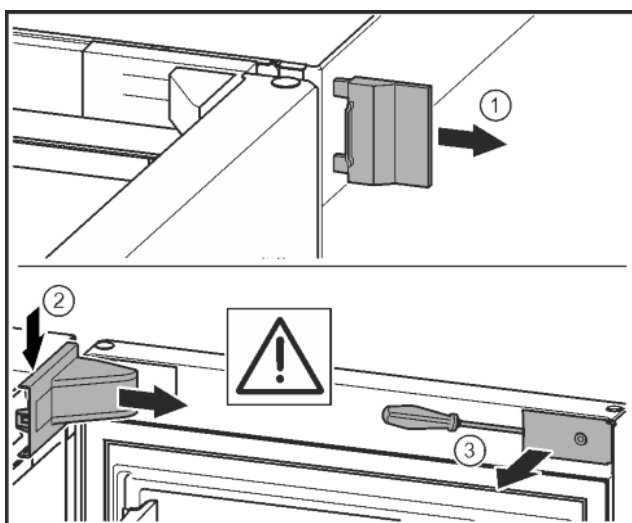

Fig. 10
- ▶ Detașați capacul exterior. Fig. 10 (1)
- ▶ Deblocați și desprindeți capacul suportului de lagăr. Scoateți capacul suportului de lagăr. Fig. 10 (2)
- ▶ Deblocați masca cu șurubelnița plată și pivotați-o în lateral. Fig. 10 (3)